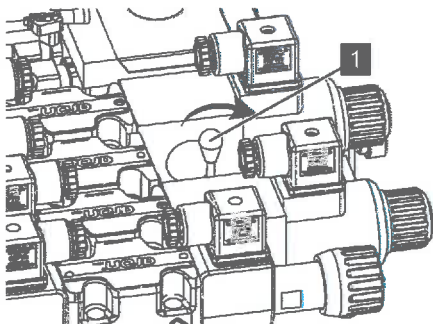
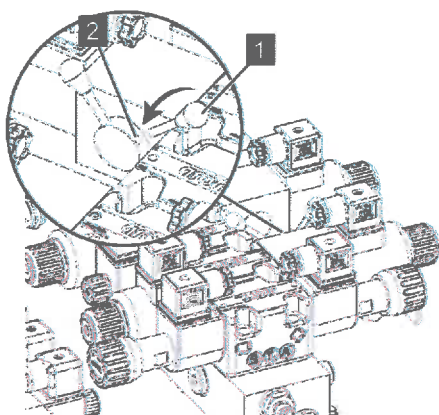

Abb. 91: Stütz- und Bühnenfunktion einstellen
Abb. 92: Nothandbetätigung einschrauben
4. Ventil „Stützen und Bühne“ mit Hilfe des Hebels (Abb. 91/1) nach rechts auf die Stützen- und Bühnenfunktion drehen (Abb. 92/1).
5. Die Nothandbetätigung (Abb. 92/1) so in das Ventil „Stützen und Bühne“ (Abb. 92/2) schrauben, dass es auf Stützen- und Bühnenfunktion verriegelt ist.